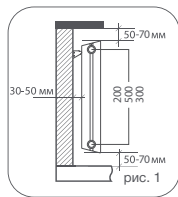

рис. 1
7.1. Для эффективной работы радиатора необходимо соблюдать монтажные расстояния, указанные на рис. 1.